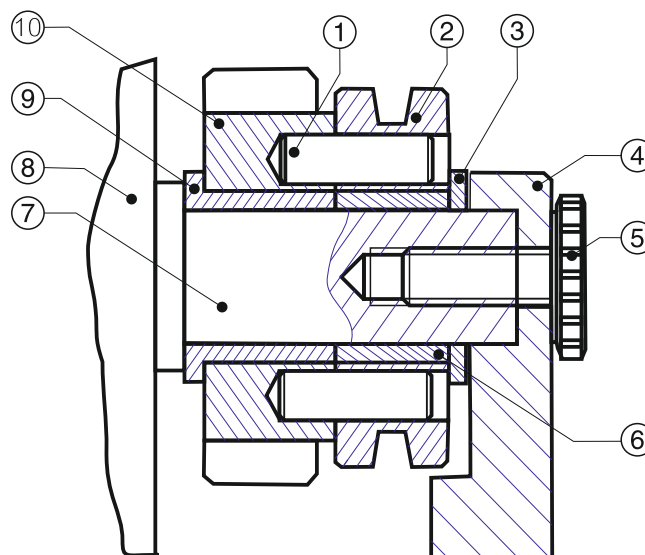

рис.3.4
Устройство привода ведущих роликов механизма подачи сварочной проволоки представлено на рис.3.4.
- отвернуть винт крепления защитного кожуха поз.5 рис.3.4,
- отвернуть винты крепления защитного кожуха привода поз.5 рис.3.4;
- снять защитный кожух поз.4 рис.3.4;